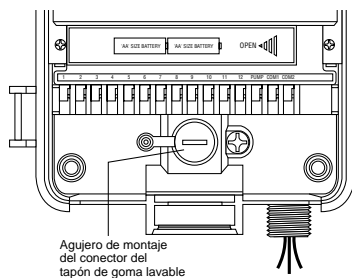

FIGURA 20: Compartimento para cableado de la caja del programador
- Retire el tapón de goma de protección contra la intemperie que se encuentra en el orificio del tornillo e inserte un tornillo del n° 8 a través de la ranura de la caja del programador [Vea la Figura 20].
- Apriete el tornillo hasta que la caja del programador quede firmemente sujeta contra la pared y, a continuación, vuelva a colocar el tapón de goma en el agujero correspondiente [Vea la Figura 20].